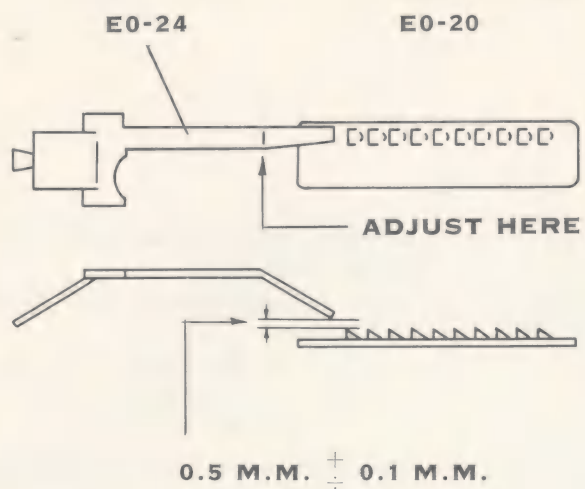

FIG. 13
- 1.1. Die Wagenrücklaufklinke so justieren, dass die Spitze der Wagenrücklaufklinke $0,5 \pm 0,1$ mm über der Rücklaufplatte E0-20 steht. Siehe Fig. 13.